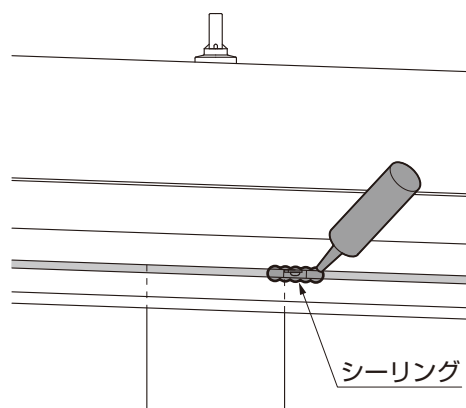

図5-4 シーリング
- ③側枠取付け金具と隙間隠し材のすき間に、シーリングしてください。(図5-4参照)